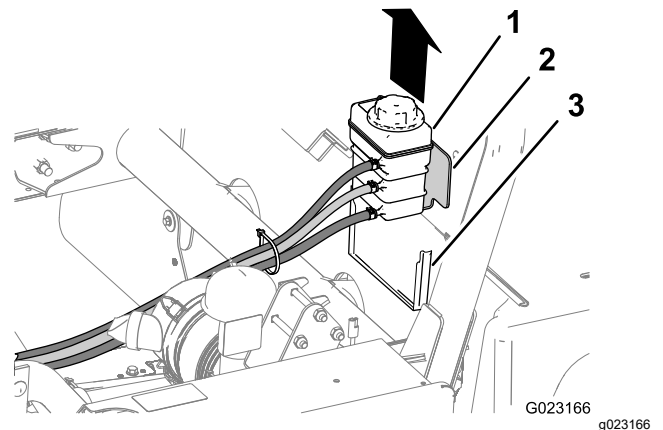

Bild 8
1. Heben Sie den K hlmittelbeh lter an und aus der St tzhalterung hinten an der Sitzabdeckung heraus (Bild 8).